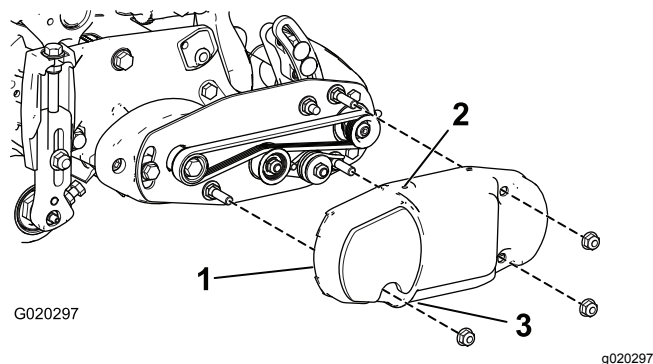
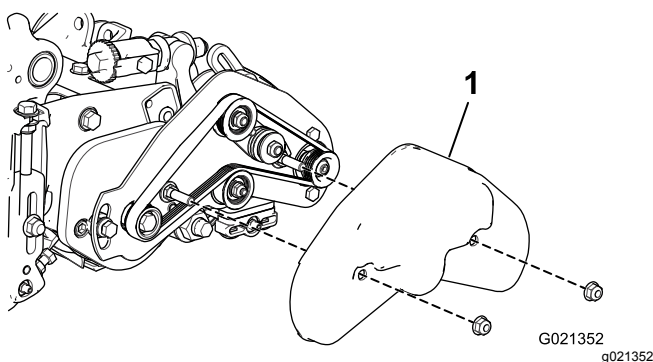

Figure 26
Figure 27
40. Glissez le protège-courroie sur les boulons de montage et fixez-le avec 2 écrous à embase (Figure 26 et Figure 27).